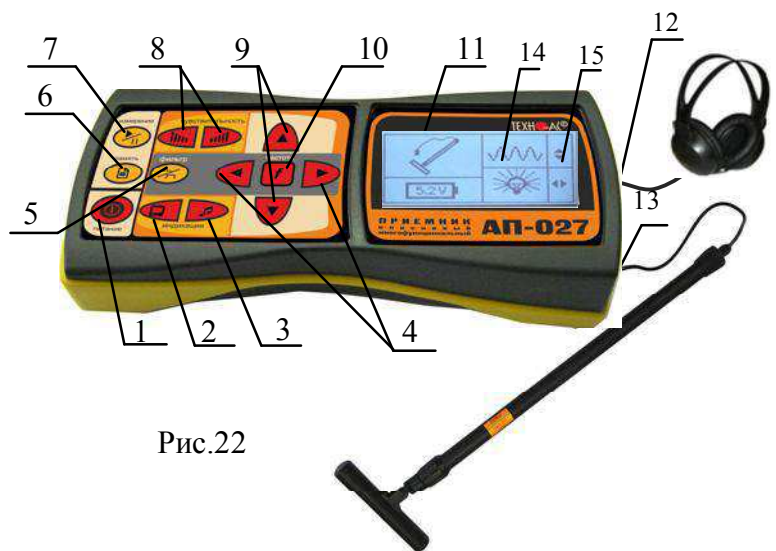
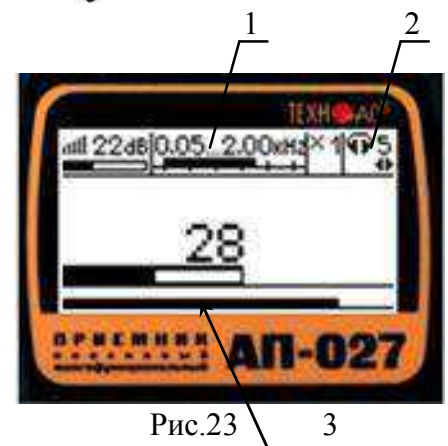

Рис.22
Рис.23
а) включить питание приемника АП-027 кнопкой ① поз.1 рис. 22.
в) выбрать вид принимаемого сигнала сигнал «непрерывный » или «импульсный », в зависимости от режима заданного на генераторе (любой из кнопок ▲/▼ поз.9 рис.22, см. подсказку поз.15 рис.22)
г) установить необходимый уровень подсветки индикатора приемника, используя для этого кнопки ◀/▶ поз.4 рис.22.
а) запустить режим «измерение» кнопкой  поз.7 рис.22.
в) выбрать частоту, установленную на генераторе кнопками ◀/▶ поз.4. рис.22.
г) выйти из режима регулировки фильтра, нажатием кнопки «частота» **f** поз.10 рис.22. На индикаторе в зоне окна поз.1 рис.23 исчезнет указатель подсказки и появится в зоне поз.2 рис.23 (возможность регулировки звука).
д) установить комфортную громкость звука в телефонах поз.2 рис.23, для этого нажать на кнопку режима звуковой индикации поз.3 рис.22 и отрегулировать громкость кнопками ◀/▶ поз.4 рис.22 (если кнопки не используются для регулировки фильтра).
е) Установить уровень входного сигнала кнопками «чувствительность»  и  поз.8 рис. 22 по индикатору «узкая шкала» (предпочтительно на 50...70% от максимума) поз.3 рис. 22.
ж) установить необходимый коэффициент усиления фильтрованного сигнала множителем «×1/2/4/8» нажимая на кнопки ▲/▼ поз.10 рис.22, не допуская перегрузок.